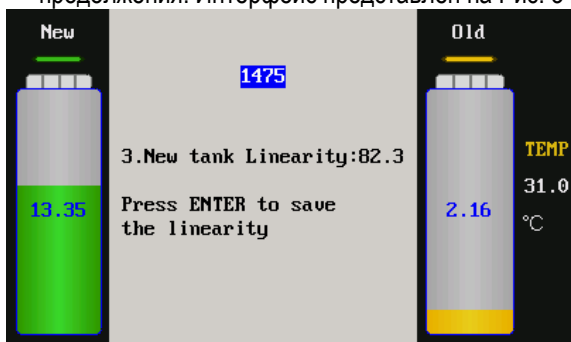

Рис. 34
- 5) Поместить гирию (меру веса) на тарелку. Если значение, отображаемое на интерфейсе, является устойчивым, нажать кнопку ENTER для продолжения. Интерфейс представлен на Рис. 34.